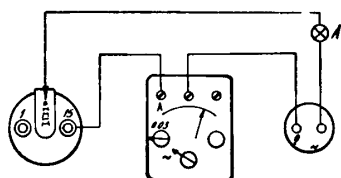

Bild 34-2
- b) Sekundärlindningen kontrolleras enligt bild 34-2. Om lindningen är felfri skall strömförbrukningen uppgå till ca 20 mA. Observera att man genom denna mätning inte med säkerhet kan konstatera, att lindningen är felfri, eftersom en störning inte behöver visa sig enbart i strömförbrukningen.